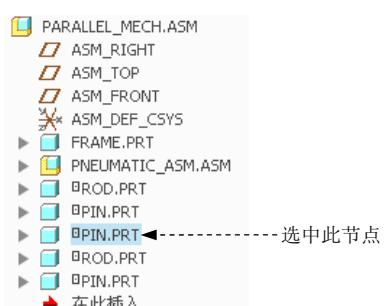

图 3.17.35 选取复制零件
Step1. 选取复制零件。在模型树中选中图 3.17.35 所示的“PIN.prt”节点。